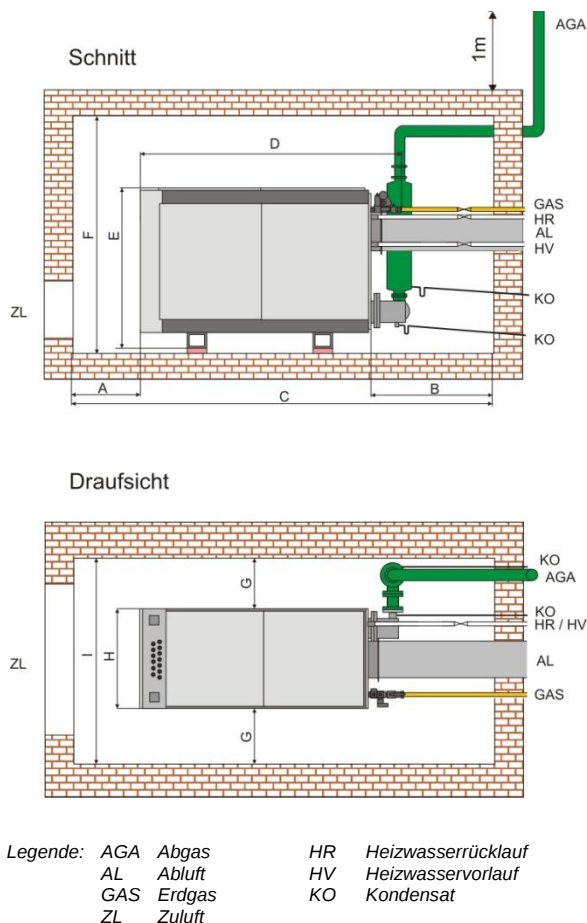

Abb. 7 Musteraufstellpläne – Darstellung ohne Armaturen und Sicherheitstechnik (Maße in mm)
- Zur Bedienung und Wartung ist ein lichter unverbaubarer Abstand gemäß Aufstellplan Abb. 7 freizuhalten.